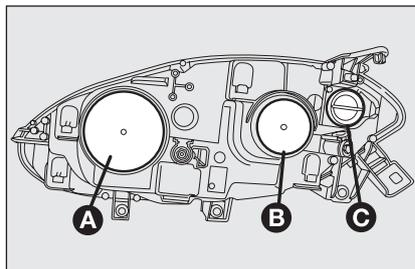
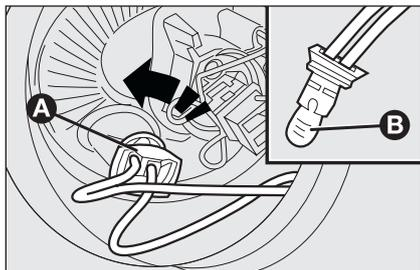

fig. 19
fig. 21
GRUPOS ÓPTICOS DELANTEROS fig. 19
- quite la tapa de protección **B**-fig. 19;
- monte la tapa de protección **A**-fig. 19.
- quite la tapa de protección **A**-fig. 19;
- gire el portalámpara en sentido antihorario **A**-fig. 21 e siflarlo;
- coloque la lámpara nueva, monte nuevamente el portalámparas **A**-fig. 21 luego monte correctamente la tapa de protección **B**-fig. 19.
- monte correctamente la tapa de protección **B**-fig. 19.
- gire en sentido antihorario la tapa de protección **C**-fig. 19;